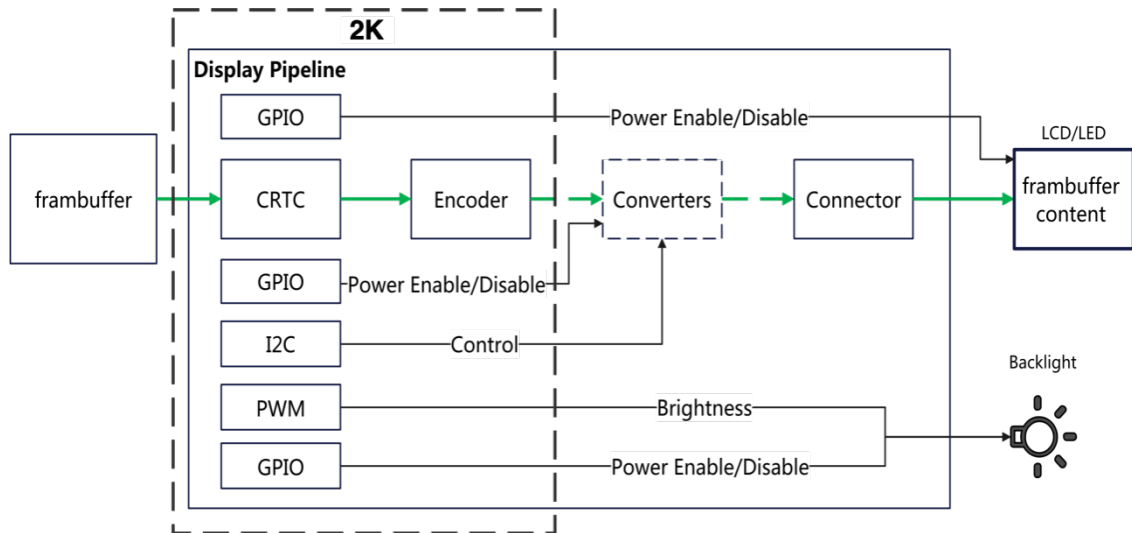

图4-4 液晶屏显示管线
**方案说明：**将2K2000作为信号转换芯片的主控时，硬件参考设计如图4-4，将显示控制器的I2C连接到转换芯片。用于实现对信号转换芯片的控制和读取EDID功能。使用芯片的GPIO管脚来控制转换视频转换芯片的电源，背光电源和液晶屏电源。